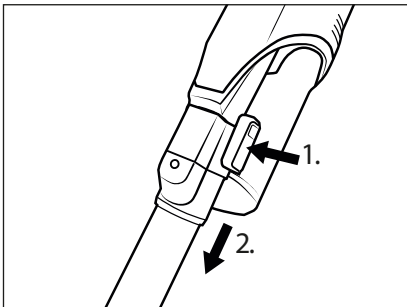

Fig. 11
- ◆ For at fjerne sugerøret ⑭ fra produktet skal du trykke på oplåsningsknappen til sugerøret ⑮ og holde den nede og tage sugerøret ⑭ ud af produktets sugeåbning (se fig. 11).